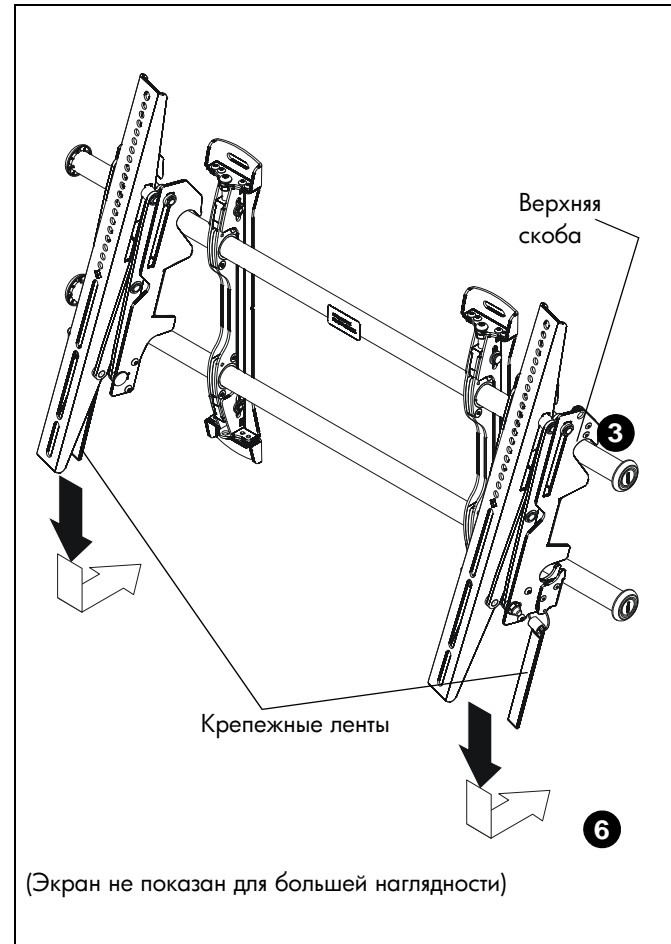

рис. 11
3. Повесьте верхние скобы (U и V) соединительных кронштейнов на верхнюю рейку системы крепления (R). (См. рис. 11)
6. Потяните крепежные ленты вниз и заверните их к стене – таким образом вы прикрепите соединительные кронштейны к нижней рейке и зафиксируете нижний край экрана в системе крепления. (См. рис. 11)